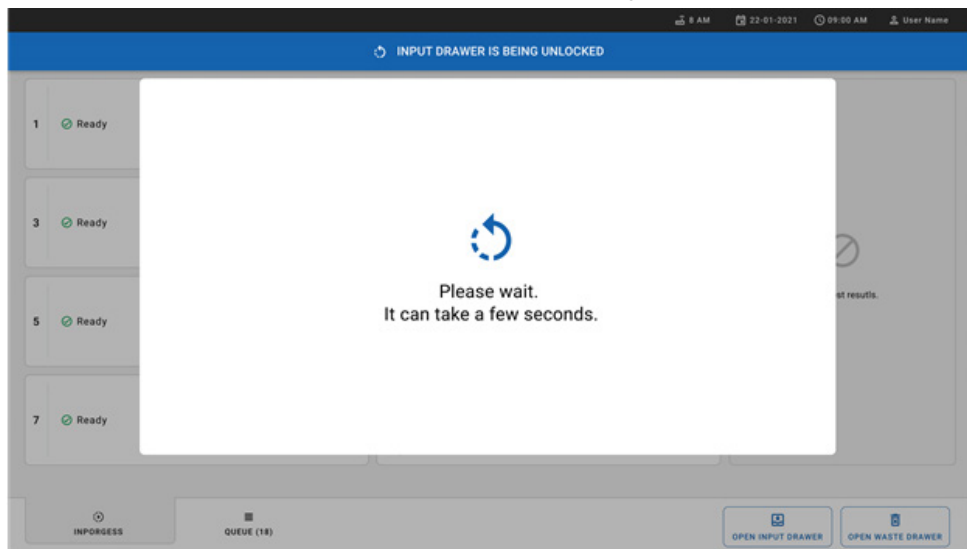

Figura 21. Finestra di dialogo di attesa del cassetto di inserimento.
5. Attendere che il cassetto di inserimento sia sbloccato (Figura 21).